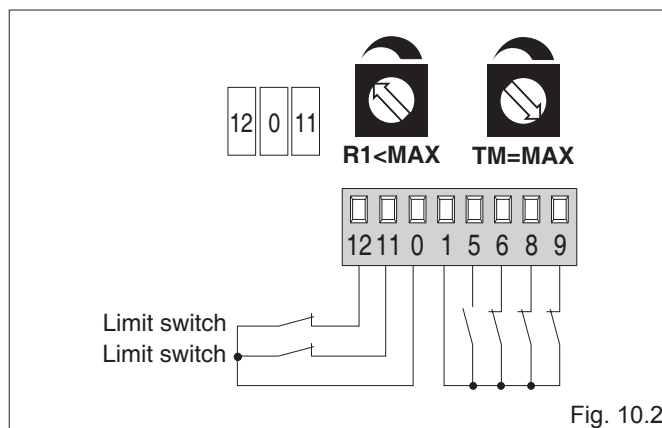

Fig. 10.2
- (Fig. 10.2) La hoja se detiene en los finales de carrera e invierte el movimiento en los obstáculos.